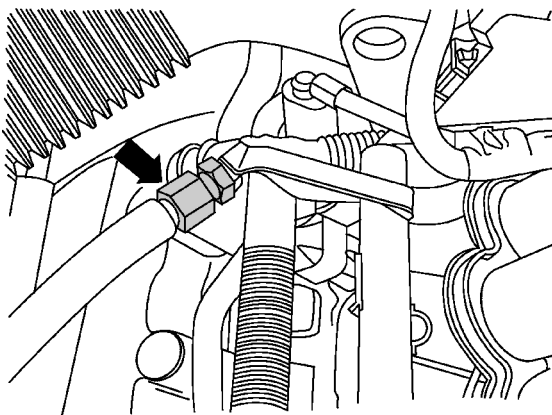

图 1-5-64 旋出螺栓并取下进气管
(7) 如图 1-5-64 所示, 旋出螺栓(箭头所示)并取下进气管。